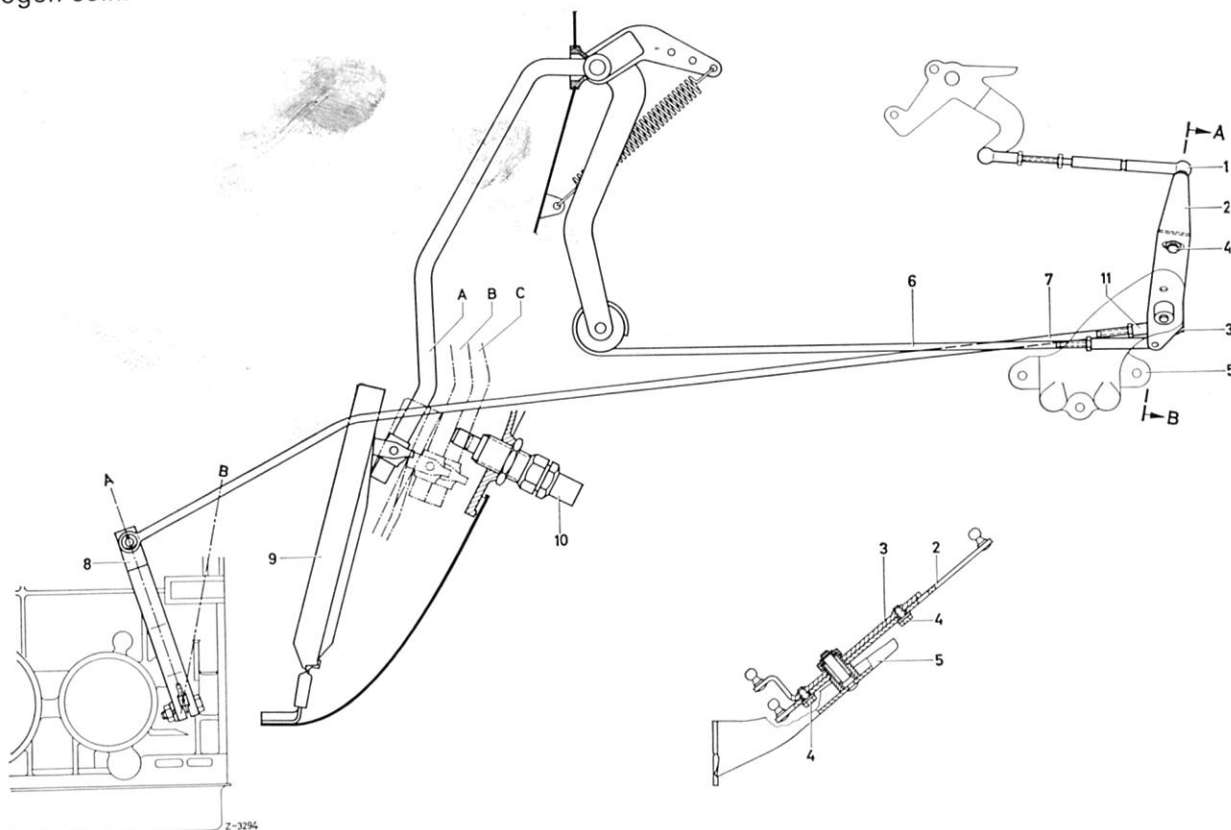

Bild 27-3/4
Verbindungsstange zum hinteren Vergaser aushängen. Dazu bei kaltem Motor zuerst Startautomatik ausschalten, indem die Starterklappe mit der Hand geöffnet und gleichzeitig mit dem Umlenkhebel kurz Gas gegeben wird. Zugstange (7) am Kugelkopf (11) aushängen und Hebel Steuerdruck (8) auf Leergasanschlag drücken (Bild 27-3/4).